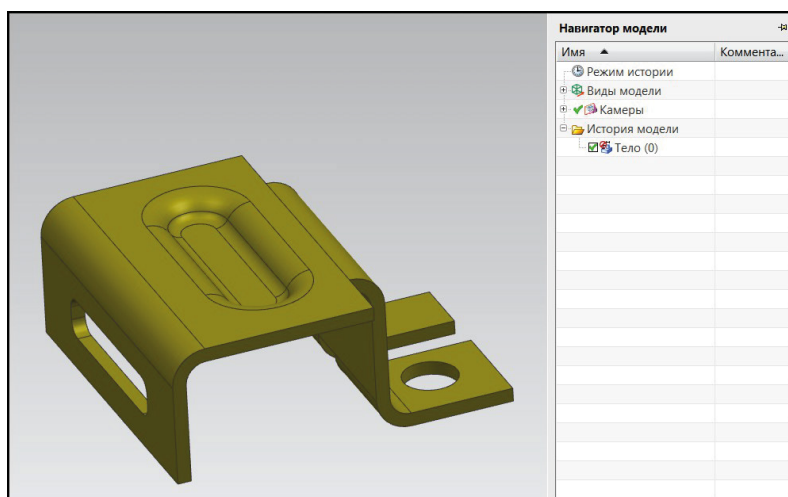

Рис. 3.12. Вид детали
1. Откройте файл детали и активируйте МШПД (Файл – Все приложения – Мастер проектирования штампов последовательного действия). Вид детали, выбранной в качестве примера, представлен на рис. 3.12. Деталь является телом. Параметры отсутствуют.